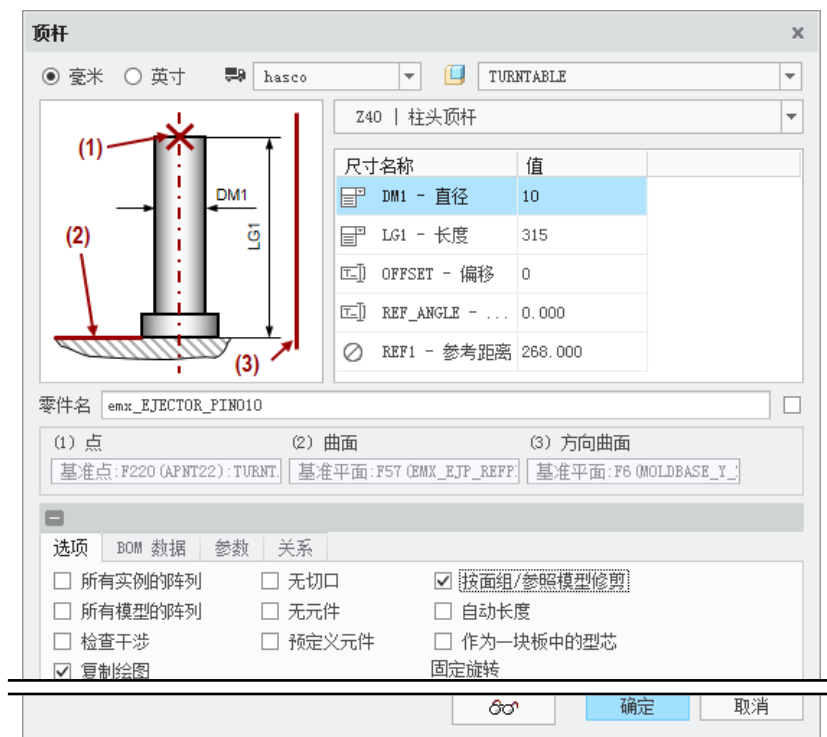

图 30.34 “顶杆”对话框
Step6. 定义顶杆。单击 **EMX 元件** 功能选项卡 **顶杆** 控制区域中的“顶杆”按钮 ，系统弹出“顶杆”对话框（图 30.34），在“顶杆”对话框  meusburger 的下拉列表中选择 **hasco** 选项，单击  (1) 点 下面区域的 **选取项目** 选项使其激活，此时系统弹出“选择”对
话框，选取 Step4 中创建的任意一点。系统弹出“EXE 警告”对话框，单击 **确定** 按钮，关闭对话框；定义顶杆直径为 10；定义顶杆长度为 315；在对话框中选中 ☒ **按面组/参照模型修剪** 复选框，如图 30.34 所示，然后单击 **确定** 按钮。